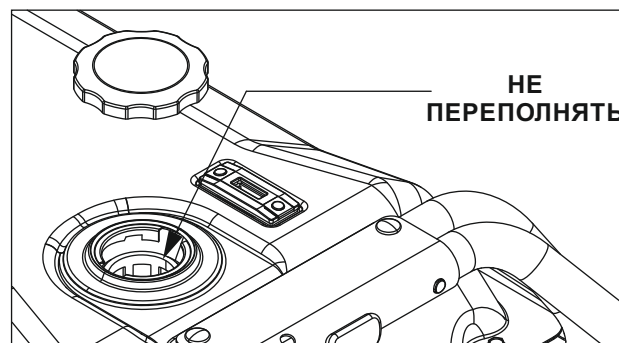

Рисунок 4 – Уровень топлива
- Постепенно заливайте бензин в горловину бака. **Будьте осторожны, не переполняйте бак!** (Рис. 4)